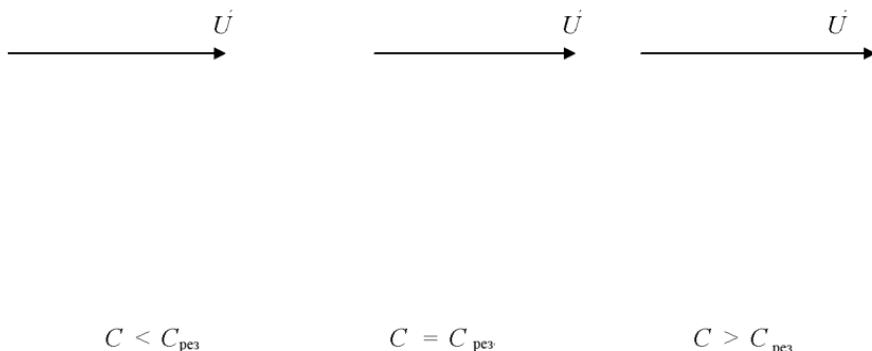

Рис. 8
12. Рядом с векторной диаграммой указать характер эквивалентной нагрузки (рис. 8).